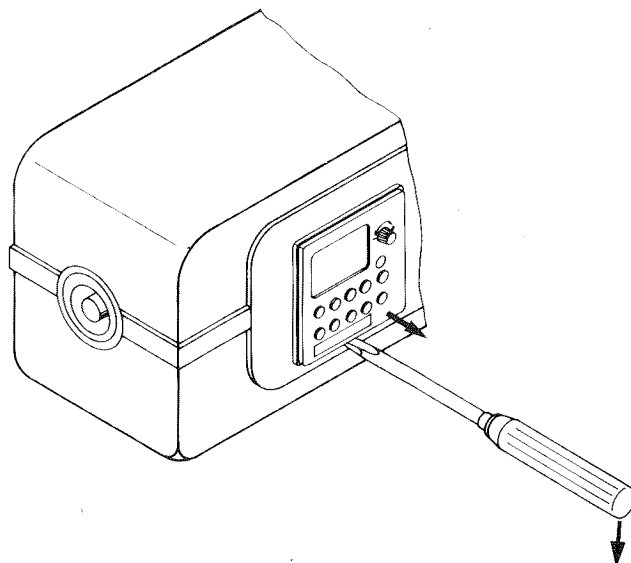

Abb. 3.17
2. Schaltuhr mit einem kleinen Schraubendreher nach vorn ausrasten (an der entsprechenden Aussparung unterhalb der Schaltuhr), und Schaltuhr herausziehen (Abb. 3.17).